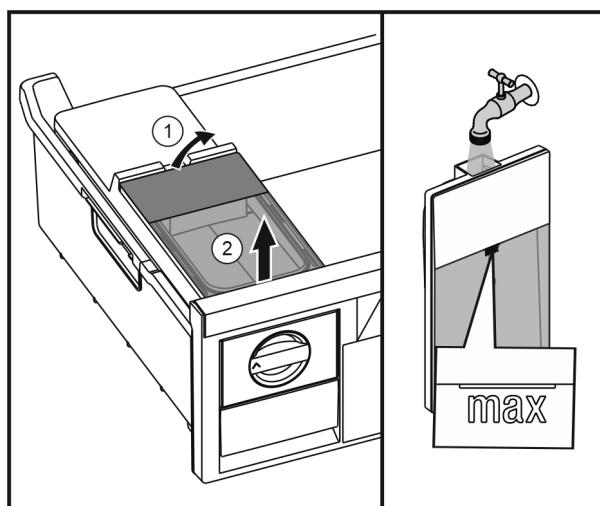

Fig. 38
- Rezervoar za vodo dvignite z zadnje strani Fig. 38 (1) in ga odstranite v smeri navzgor Fig. 38 (2).